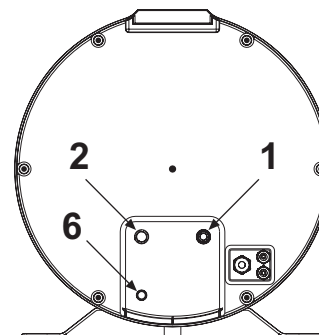

Abb. 33
- Schließen Sie die Kaltwasserzulaufleitung und die Ablaufleitung an die entsprechenden Anschlussstellen an (Abb. 33).